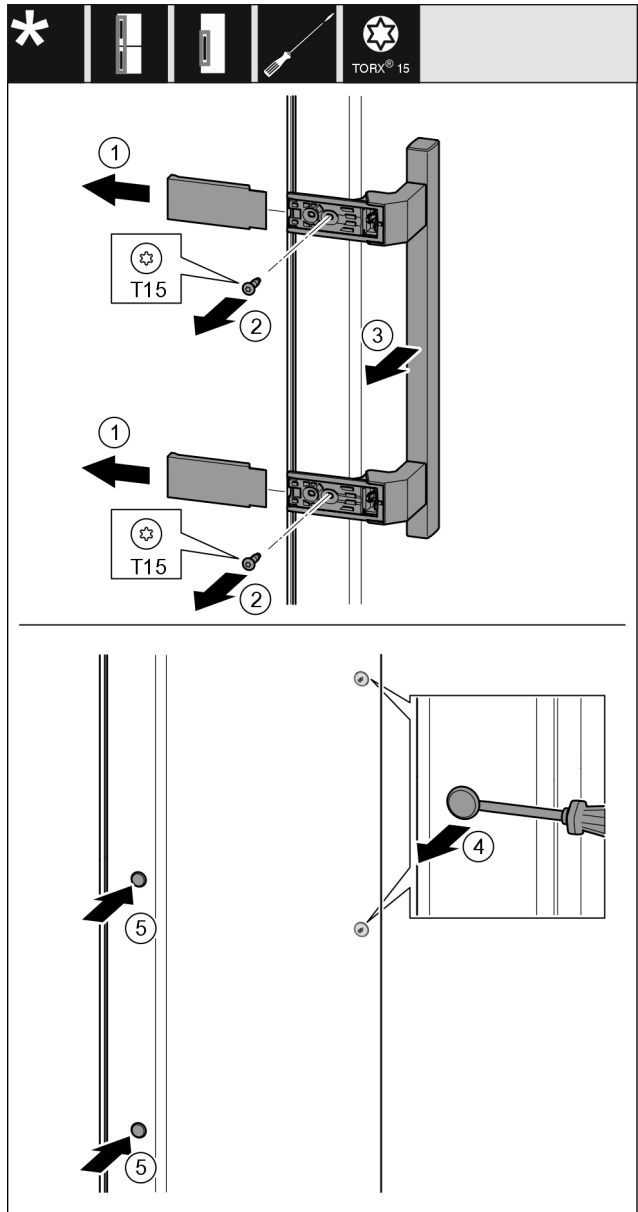

Fig. 10
- Hiqni kapakun mbulues. Fig. 10 (1)
- Lironi vidat me një kaçavidë Torx 15. Fig. 10 (2)
- Hiqni dorezën. Fig. 10 (3)
- Ngrini lart me kujdes tapat anësore me një kaçavidë me kokë petë dhe nxirrini jashtë. Fig. 10 (4)
- Vendosni sërish tapat në anën tjetër. Fig. 10 (5)